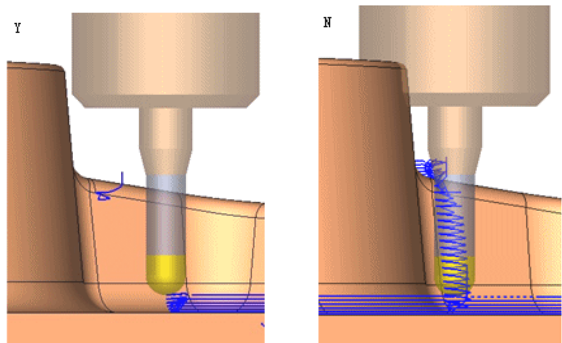

图 2-34 通过夹头限制加工
- **【通过夹头限制加工】:** 当选择带有夹头的刀具时, 可选择 Y 或 N。选择 Y 时, 系统在计算过程中会检查夹头与毛坯的干涉情况; 选择 N 时, 系统在计算过程中会忽略夹头与毛坯的干涉情况, 如图 2-34 所示。